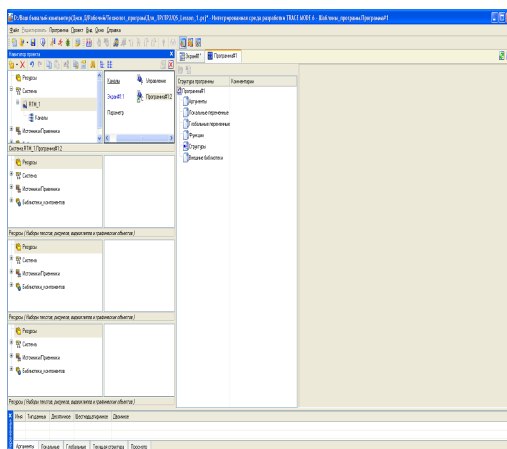

Рис. 6
4.3.3. Подвійним натисненням ЛК за компонентом **Програма#1** перейти в режим редагування програми (рис. 6).